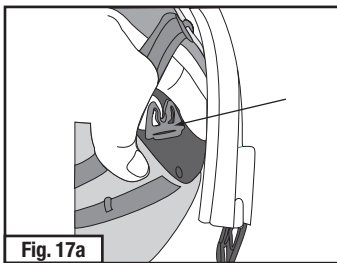
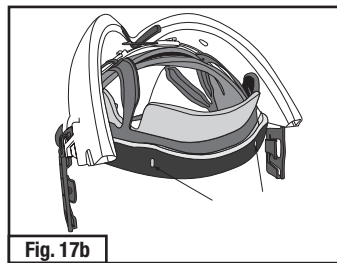

Fig. 17a
Fig. 17b
2. Fije la almohadilla para reducción de tamaño S-954 en el arnés como se muestra en la Fig. 17a-d. Las dos ranuras largas en la almohadilla para reducción de tamaño se enganchan en los dos ganchos largos del arnés para la cabeza marcados con una flecha en la Fig. 17a. Use los ganchos más pequeños en el arnés para fijar bien la almohadilla como se muestra (Fig. 17b-17d).